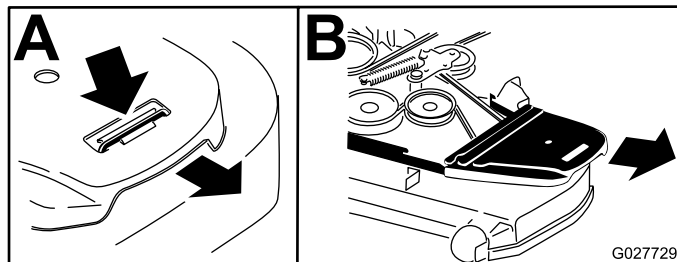

Figura 94
5. Retire la cubierta de plástico de la correa (Figura 94).
4. Retire las cubiertas de la correa (Figura 94).
12. Instale la cubierta de la correa y la chapa de suelo; consulte Figura 94 y Retirada o instalación de la chapa de suelo \(página 45\).